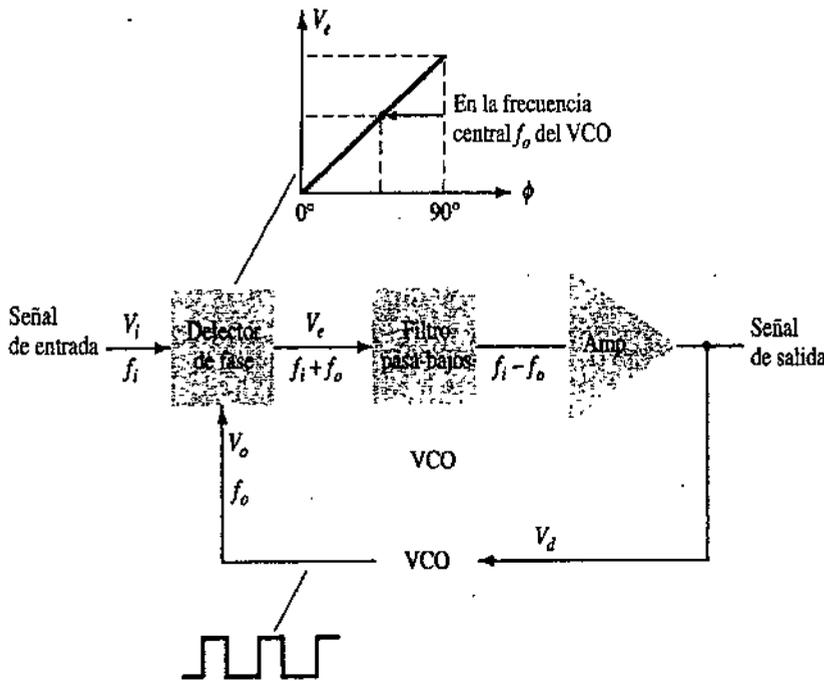

Figura 5.17 Diagrama de bloques del lazo de seguimiento de fase básico (PLL).
Un lazo de seguimiento de fase (PLL, por sus siglas en inglés) es un circuito electrónico que consiste de un detector de fase, un filtro pasabajas y un oscilador controlado por voltaje, conectados tal como se muestra en la figura 5.17. Las aplicaciones comunes de un PLL incluyen; 1) sintetizadores de frecuencia que proporcionan múltiplos de una señal de frecuencia de referencia [por ejemplo, la frecuencia portadora para unidades de canales múltiples de la banda ciudadana (CB) o unidades de la banda marina que puede generar con una sola frecuencia controlada por cristal y sus múltiplos generados por medio de un PLL]; 2) redes de demodulación FM para operación en FM con excelente linealidad entre la frecuencia de señal de entrada y el voltaje de salida del PLL; 3) demodulación de las dos frecuencias de transmisión de datos o portadoras en transmisiones de datos digitales utilizados en la operación de codificación con desplazamiento de fase (FSK), y 4) una amplia variedad de áreas, incluyendo módems, receptores de telemetría y transmisores, decodificadores de tono, detectores de AM y filtros de rastreo.
Una señal de entrada, V_c , y otra de un VCO, V_o , son comparadas por un comparador de fase (consulte la figura 5.17) proporcionando un voltaje de salida, V_e , que representa la diferencia de fase entre las dos señales. Después, este voltaje alimenta a un filtro pasabajas que proporciona un voltaje de salida (amplificado de ser necesario) que se puede tomar como el voltaje de salida del PLL, y se utiliza
La operación básica de un circuito PLL se puede explicar con el circuito de la figura 5.17 como referencia. Consideraremos primero la operación de los diversos circuitos en el lazo de seguimiento de fase cuando el lazo está operando en seguimiento (la frecuencia de la señal de entrada y la frecuencia del VCO son la misma). Cuando la frecuencia de la señal de entrada es la misma que la del VCO en el comparador, el voltaje V_e , tomado como salida, es el valor necesario para mantener al VCO en seguimiento con respecto de la señal de entrada. Entonces, el VCO proporciona en su salida una señal de onda cuadrada de amplitud fija a la misma frecuencia de la entrada. La mejor operación se obtiene si la frecuencia central del VCO, f_o , coincide con el voltaje de polarización a la mitad de su rango de operación lineal. El amplificador permite este ajuste en el voltaje de de a partir del que se obtuvo como salida del circuito de filtro. Cuando el lazo está en seguimiento, las dos señales que entran al comparador son de la misma frecuencia, aunque no necesariamente están en fase. Una diferencia de fase fija entre las dos señales que entran al comparador da como resultado un voltaje de de fijo hacia el VCO. Los cambios en la frecuencia de la señal de entrada dan entonces como resultado un cambio en el voltaje de de hacia el VCO. Dentro de un rango de
La demodulación o detección de FM puede lograrse directamente usando el circuito PLL. Si se selecciona o designa la frecuencia central del PLL a la frecuencia portadora FM, el voltaje filtrado o de salida del circuito de la figura 5.17 resultará ser el voltaje demodulado deseado, pero variará en valor proporcional con la variación de la frecuencia de la señal. Por tanto, el circuito PLL opera como un recortador, limitador y demodulador completo de frecuencia intermedia (IF), igual a los necesitados para los receptores de FM.